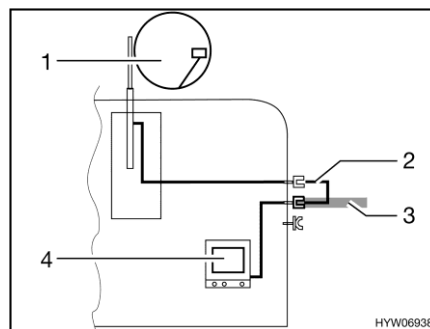

Bild 202 TV im Fahrzeug
- TV im Fahrzeug (Bild 202,4): Anschluss an Dachantenne (Bild 202,1) mit Verbindungskabel (Bild 202,2)
- TV im Fahrzeug (Bild 202,4): Anschluss an externe Antenne (Bild 202,3)